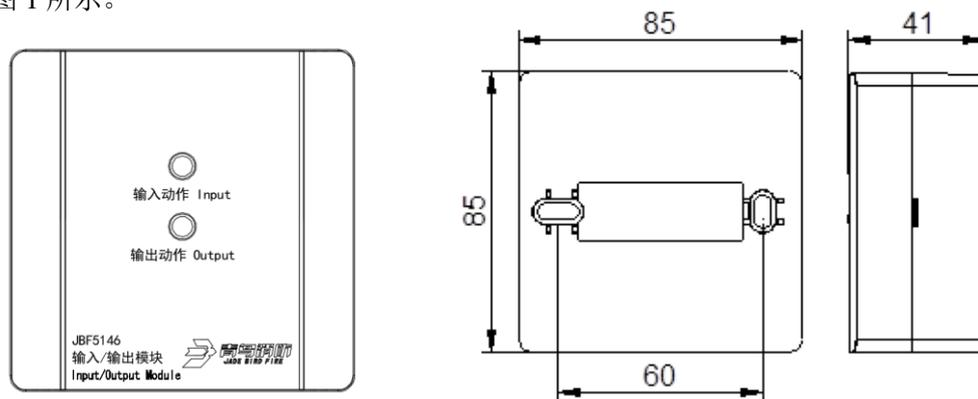

图 1 外形及安装尺寸图
- 布线施工后, 通过预埋盒或使用膨胀螺栓将底座固定在墙上(使用 M4 螺钉), 安装孔距为 60mm。如图 1 所示。